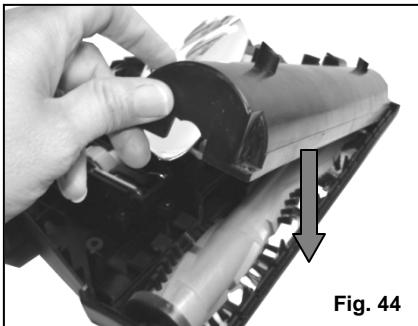

Fig. 44
12. Replacez le couvercle de la brosse à sa place par-dessus l'agitateur. (Fig. 44)